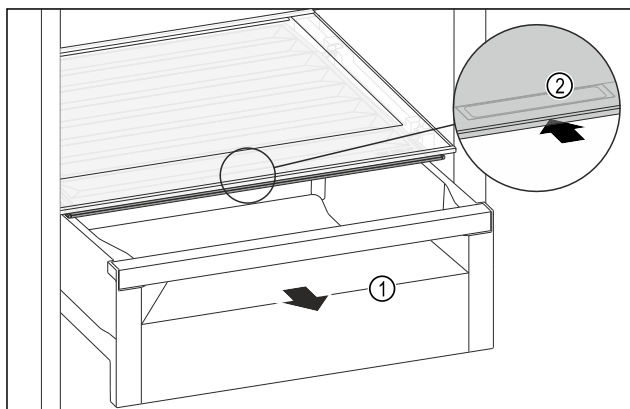

Fig. 138
- Izvlecite predal Fig. 138 (1).
- Primite prijemalno vdolbino Fig. 138 (2) na pokrovu predala in pokrov predala istočasno potisnite nazaj.